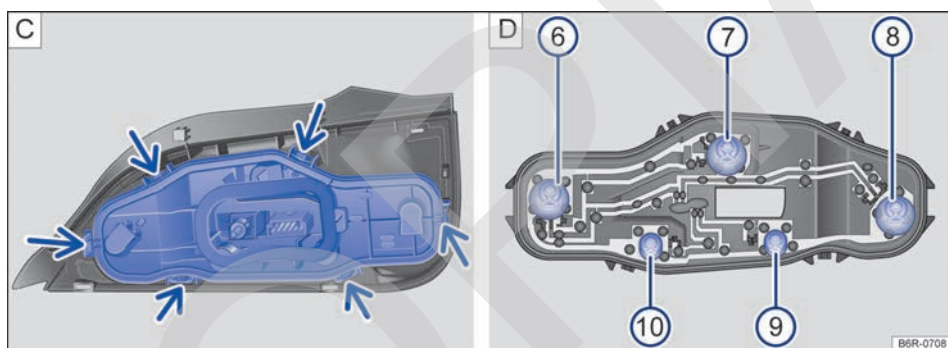

Fig. 150 Linterna trasera: C: desinstalar el soporte de la lámpara, D: desinstalar la bombilla.
9. Para desbloquear el soporte de las lámparas, presionar cada pestaña de encastre de bloqueo (flechas) → fig. 150 C en el sentido de las flechas.
- Para retirar las bombillas quemadas → fig. 150 D, presionar la lámpara contra el soporte y girarla en **sentido antihorario** para desmontarla.
15. Instalar el soporte de las lámparas en la linterna trasera. Las pestaña de encastramiento de bloqueo → fig. 150 C (flechas) deben encajar de forma audible.
La ubicación e identificación de las bombillas → fig. 150 D están relacionadas a continuación: